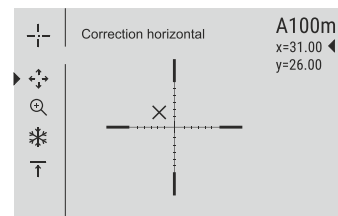

Fig.5
- Si le point d'impact ne correspond pas au point de visée (centre du réticule du viseur), maintenez enfoncé le bouton **M** (4) pour ouvrir le menu principal.
- Une croix auxiliaire \times apparaît au centre de l'affichage, et les coordonnées de la croix auxiliaire X et Y apparaissent en haut et à droite (voir Fig. 5).